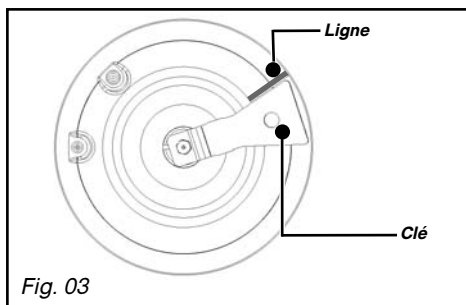

Fig. 03
Dans une installation existante, un tube souple équipé de ses colliers de serrage (conforme à la norme XP D 36-110) dont la durée de vie est de 5 ans peut être utilisé. Il est nécessaire dans ce cas d'utiliser un about sans oublier de mettre en place un joint d'étanchéité entre l'about et le coude de la table (Fig. 03).
- Tournez la clé dans le sens des aiguilles d'une montre jusqu'à ce que la ligne apparaisse de l'autre côté (Fig. 03).